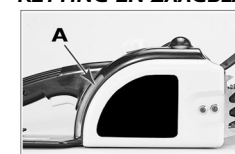

Fig. 8
Een adequate smering van de zaagketting tijdens het zagen is essentieel om frictie met het zaagblad te voorkomen. Uw kettingzaag is uitgerust met een automatisch smeersysteem. Het smeersysteem zorgt automatisch voor de juiste smering van de ketting en het zaagblad. U hoeft de hoeveelheid niet zelf te regelen. U kunt het oliepeil controleren via het kijkglas (A) aan de rechterkant van de zaag. De tank is vol als het kijkglas vol is (Fig. 8).